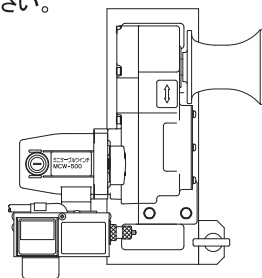

図 2
6. 巻取ドラムにロープ又はワイヤーを巻取ドラムの内側より外側に1列ずつ巻付けます。(図2)